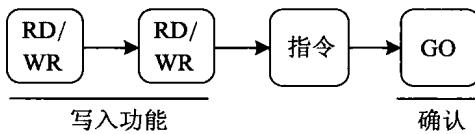

图 6-10 仅有指令助记符的指令输入
(1) 仅有指令助记符,不带元件,如:ANB、ORB、MPS、MRD、MPP、END、NOP等指令,写入这类基本指令的操作如图 6-10 所示。